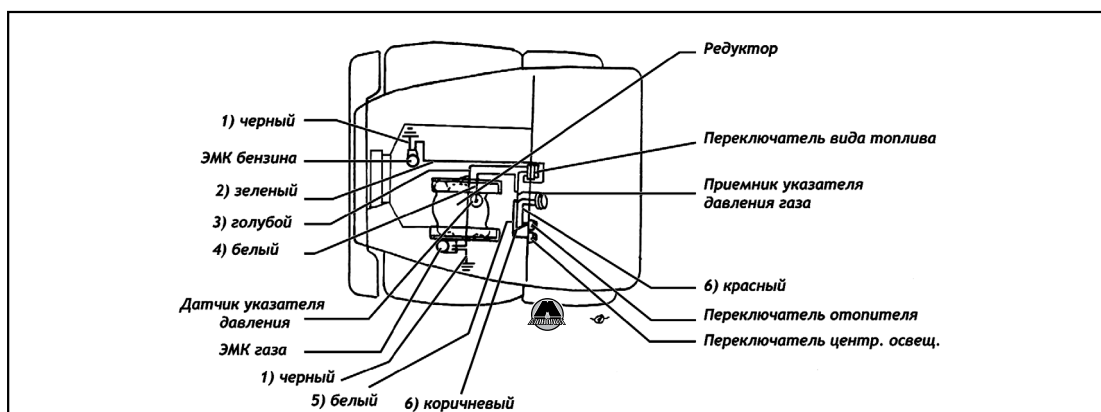

Рис. 8. Подключение электрооборудования на автомобиле ГАЗ 53.
- установить табличку «Пусковой клапан» (рис. 8, (1)), рамку (5) под переключатель (3).
- установить табличку «Бензин-Газ» (2), рамку (5) под переключатель (4).